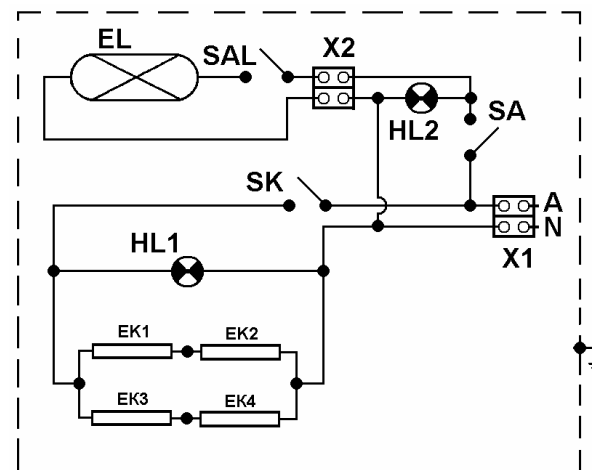

Рис.4
8.4 Схема электрическая принципиальная приведена на рис.4.
7.1 Поворотом рукоятки датчика-реле температуры SK (см. рис.4) по часовой стрелке, установить требуемую температуру на рабочей поверхности столешницы (35...85⁰C). При этом, на нагревательные элементы EK1...EK3 подаётся напряжение и загорается сигнальная лампа HL1 («работа»).